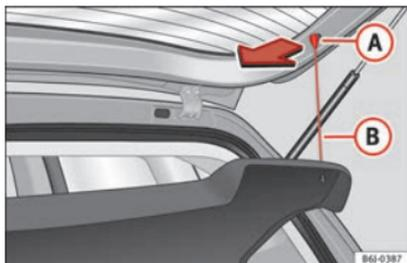

Abb. 120 Hutablage
- Hängen Sie die Streben » Abb. 120 (B) aus den Aufnahmen (A) aus.